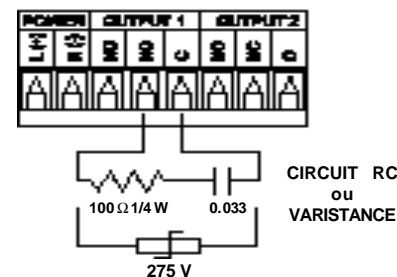

Figure 2.12. Branchement du circuit de soufflage d'arc
Si vous avez une charge inductive connectée entre les bornes Commun (C) et Normalement Fermé (NC) des contacts de relais mécaniques et que vous souhaitez les protéger des surintensités pendant la commutation, il faudra connecter un circuit externe de soufflage d'arc entre les contacts Commun (C) et Normalement Fermé (NC) comme l'indique la figure 2.12.